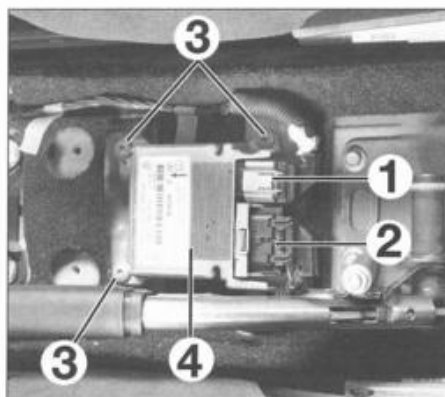

FIG. 16
- Sacar los conectores del calculador (1) y (2) (fig. 16).
- Desmontar los tres tornillos (3) de fijación de la caja (4) y la caja.